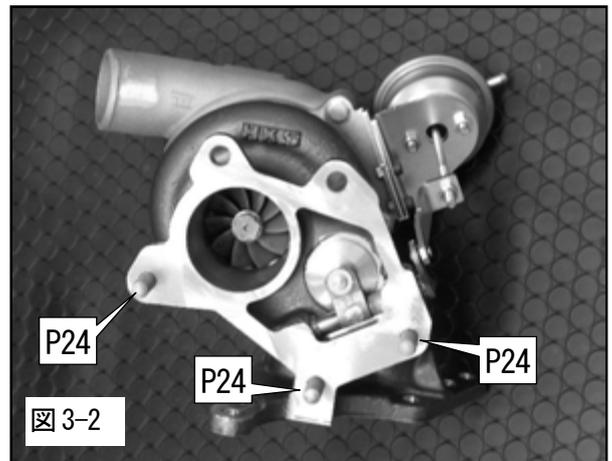

図 3-2
- (1) ターボチャージャ Assy のコンプレッサホイール、タービンホイール、コンプレッサハウジング、タービンハウジング、センターハウジングにもエアガンでエアブローを行ない、異物がありませんことを確認してください。
- (2) ターボチャージャ Assy のオイルライン入口から、新品のエンジンオイルを注入し、ホイールを指で回転させて、ベアリング内部にオイルを行き渡らせてください。(エンジン始動時の潤滑不良を防止するため)
- (3) ターボチャージャ Assy にスタッドボルト M10 10-6-20 を取付けてください。(図 3-2)